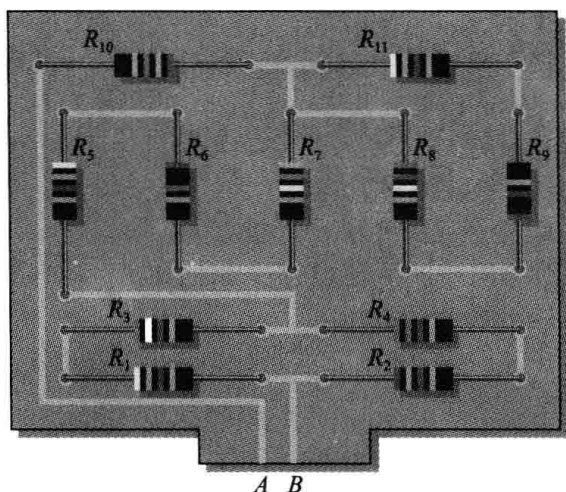

图 6-90
41. 绘制如图 6-90 所示 PC 板布局的原理图, 标出电阻值并确定串并联关系。如有的话, 哪个电